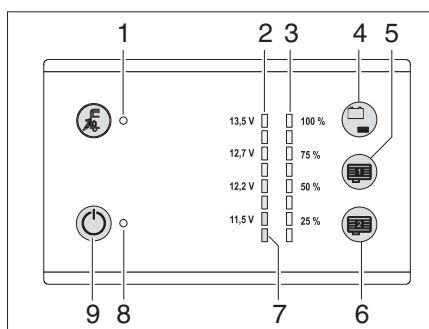

Fig. 91 Panneau de contrôle LT 101 / LT 102
Le niveau de remplissage du réservoir d'eau peut être interrogé avec le champ de détection du capteur (Fig. 91,4).
- Toucher le champ de détection du capteur (Fig. 91,4): le niveau de remplissage du réservoir d'eau est affiché en quatre niveaux avec les DEL (Fig. 91,3) (25 % à 100 %).
Les niveaux de remplissage des réservoirs d'eaux usées intérieurs (équipement spécial) peuvent être interrogés avec les champs de détection de capteurs (Fig. 91,5 et 6).
- Toucher le champ de détection du capteur (Fig. 91,5 ou 6): le niveau de remplissage du réservoir correspondant est affiché en quatre niveaux avec les DEL (Fig. 91,3) (25 % à 100 %).
La DEL d'avertissement rouge (Fig. 91,7) clignote dès que la charge de la batterie de cellule descend en dessous de 11 V (mesurée en marche) et qu'il y a risque de décharge profonde de la batterie.
Avec le champ de détection du capteur (Fig. 91,4), on peut interroger l'état de charge de la batterie de cellule.
- Toucher le champ de détection du capteur (Fig. 91,4): L'état de charge de la batterie de cellule est affiché.
L'interrupteur principal 12 V (Fig. 91,9) établit ou coupe le panneau de contrôle et l'alimentation 12 V de la cellule.
Enclencher: ■ Toucher le champ de détection du capteur (Fig. 91,9): l'alimentation 12 V de la cellule est enclenchée. Le voyant de contrôle (Fig. 91,8) s'allume en vert.
Mise hors service: ■ Toucher à nouveau le champ de détection du capteur (Fig. 91,9): l'alimentation 12 V de la cellule est coupée. Le voyant de contrôle 12 V (Fig. 91,8) s'éteint.
- ▷ Si la DEL d'avertissement de décharge profonde (Fig. 91,9) clignote, l'alimentation ne peut pas être enclenchée, la tension de batterie étant trop faible.